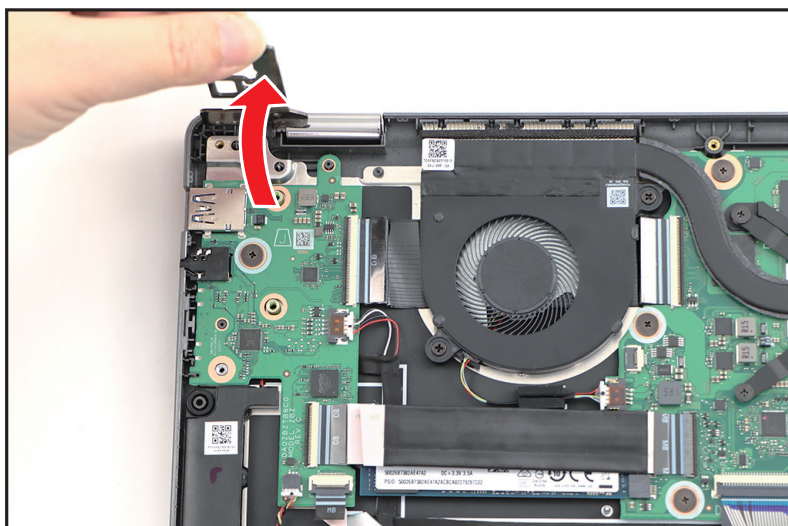

Figure 1-17. Retrait de la carte USB
2. Soulevez la charnière LCD jusqu'à ce qu'elle soit complètement étendue (Figure 1-17).
8. Retirez la (1) vis (G) qui fixe la carte USB (Figure 1-17).